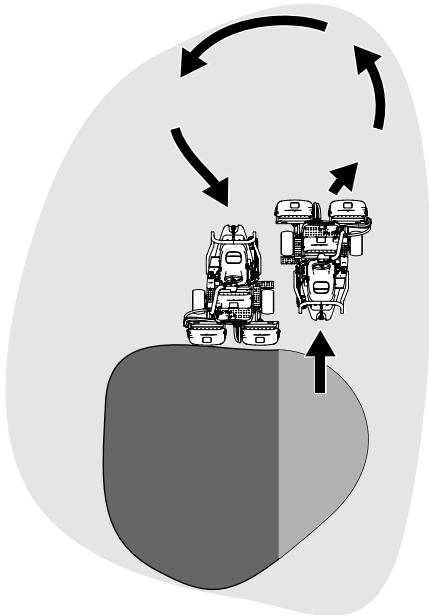

Figure 33
6. Pour réduire le temps de travail et faciliter l'alignement pour la passe suivante, tournez momentanément la machine dans la direction opposée, puis tournez-la vers la partie à tondre. Exécutez un demi-tour en « goutte d'eau » (Figure 33) pour aligner rapidement la machine pour la passe suivante.